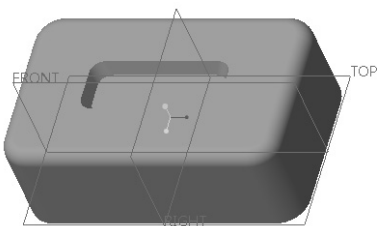

图 7-61 原始实体模型
1) 在“快速访问”工具栏中单击“打开”按钮，系统弹出“文件打开”对话框，从本书配套光盘的“CH7”文件夹中选择“bc_7_qmhh.prt”文件，单击“文件打开”对话框中的“打开”按钮，该文件中的原始实体模型如图 7-61 所示。